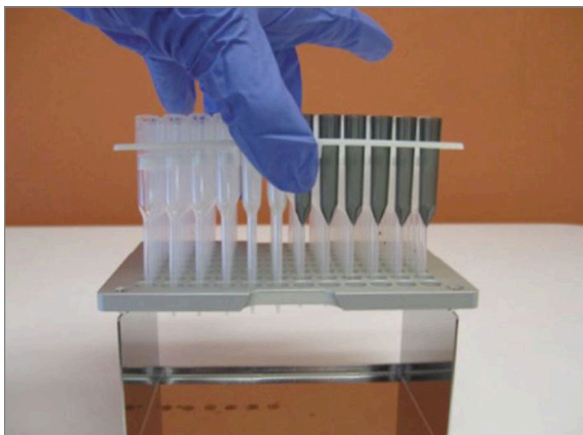

FIGURA 5.13: inserire i puntali e i perforatori delle protezioni di alluminio nel supporto metallico per i puntali
- Posizionare i puntali e i perforatori delle protezioni di alluminio sul supporto. Tenere il rack dei puntali di plastica per le linguette centrali, spostare il rack sopra la griglia in metallo, quindi abbassarli lentamente sulla griglia in metallo. Può essere utile posizionare il supporto a livello degli occhi per allinearvi i puntali di plastica (FIGURA 5.13).